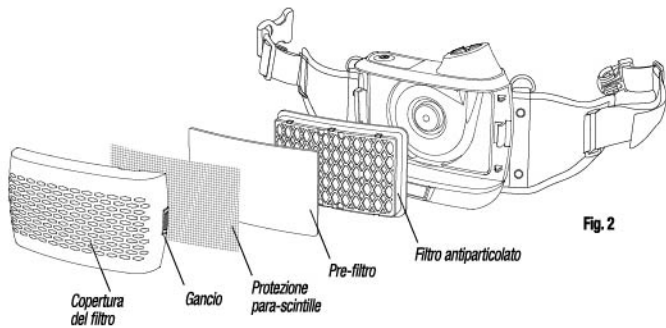

Fig. 2
- Installare il filtro antiparticolato come illustrato nella Fig.2.